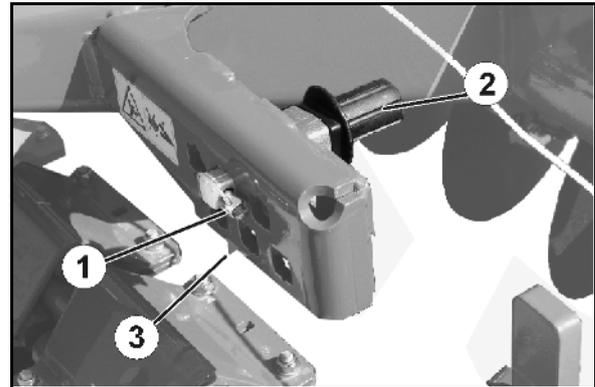

Fig. 38
Dafür stehen 6 Steckplätze zur Verfügung (Fig. 38).
3. Klapstecker (Fig. 38/1) lösen.
4. Excenterbolzen (Fig. 38/2) in den gewünschten Steckplatz stecken.
Ein Vorzugsabsteckplatz ist mit einem Pfeil (Fig. 38/3) markiert.